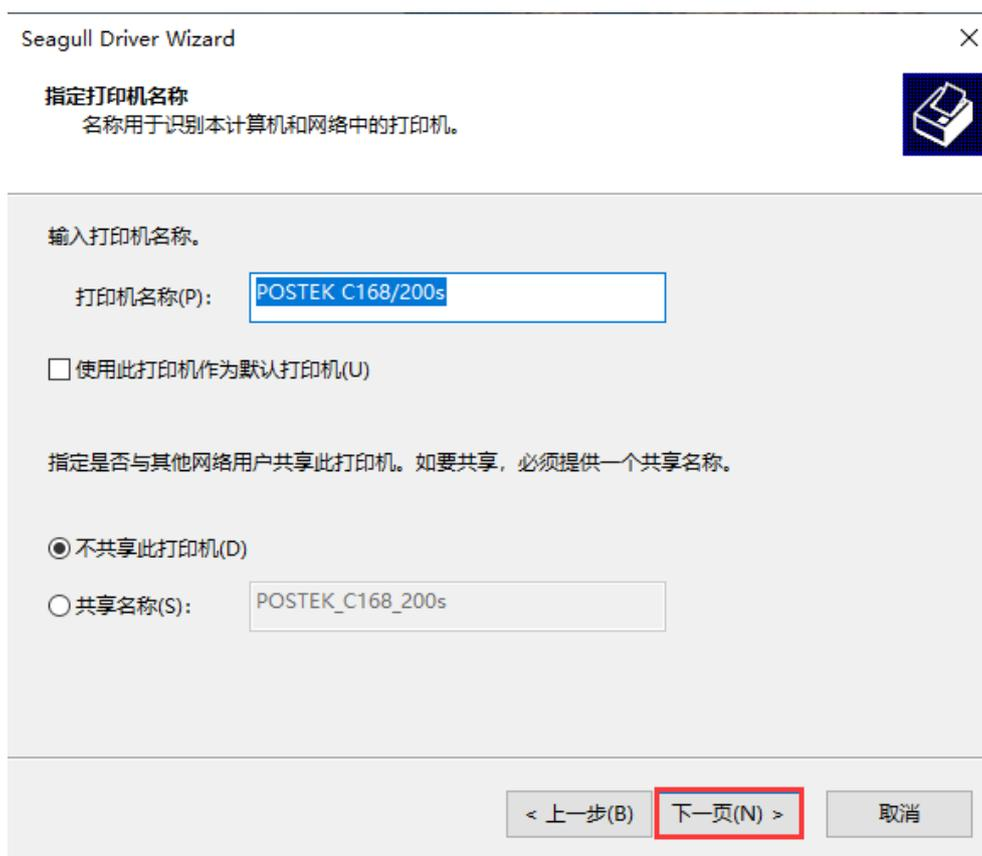

图 2-35 指定打印机名称界面
8. 在“指定打印机名称”界面中，设置打印机名称以及是否将打印机作为默认打印机，如图 2-35 所示，点击“下一页”，完成驱动安装；